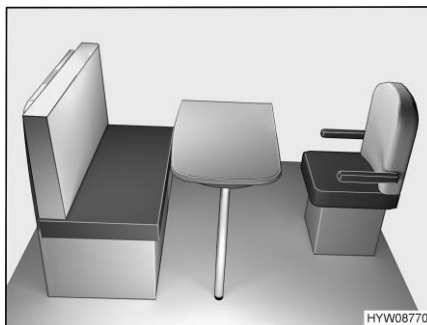

Bild 78 Före ombyggnaden
- Sväng förarstolen mot bordet (Bild 78).